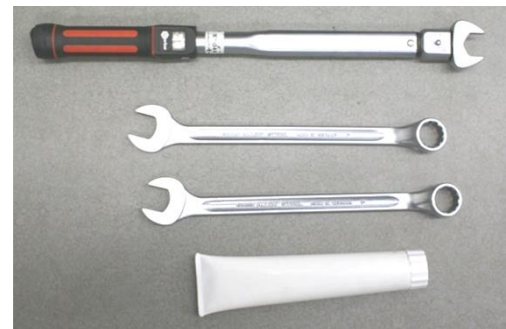

Figure 1
- Préparer les outils et auxiliaires nécessaires (voir figure 1).